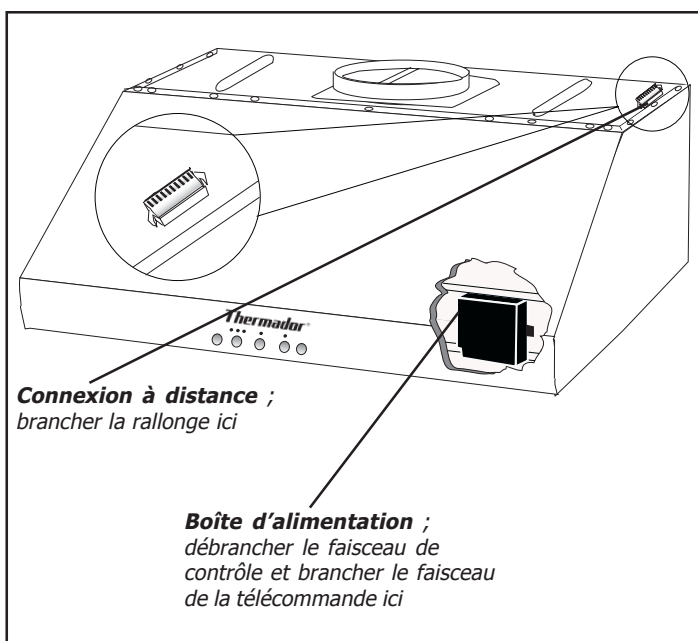

Figure 1 : hotte Pro avec panneau de lumière enlevé
5. **Brancher le faisceau de la télécommande** sur l'alimentation (figure 1). Le faisceau de télécommande est fixé à la hotte près de la boîte d'alimentation noire. Rebrancher les lampes halogènes et réchauds et réinstaller le panneau à lumières (hotte murale, armoire seulement).
6. **Brancher la rallonge de télécommande** sur la connexion de la télécommande. Voir figures 1 et 2 (page précédente) pour l'emplacement.